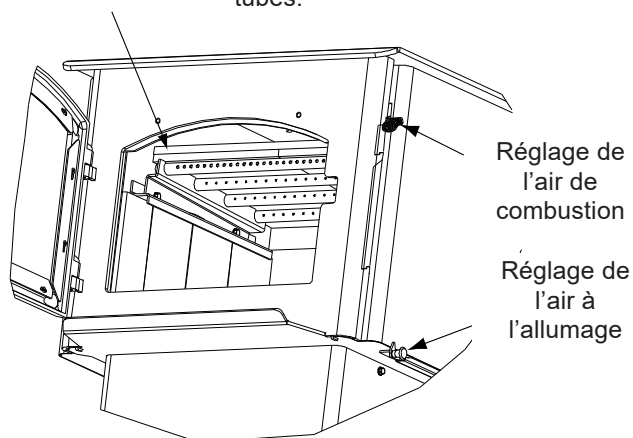
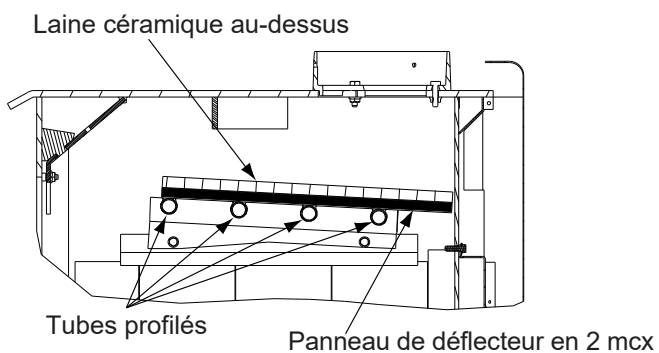

Figure 25.3
Figure 25.4
4. Re-installer le déflecteur morceaux un à un. Assurez-vous que le déflecteur planches sont même à l'avant du collecteur tube et repose sur tous les tubes (**Figure 25.3 et la Figure 25.4**).
5. Réinstallez les deux parties du déflecteur l'une après l'autre en dessous de la laine céramique (**Figure 25.2 et Figure 25.4**). Contrôlez que les deux parties du déflecteur soient à égalité avec le collecteur à tubes avant et qu'elles reposent sur tous les tubes (**Figures 25.3 et Figure 25.4**).